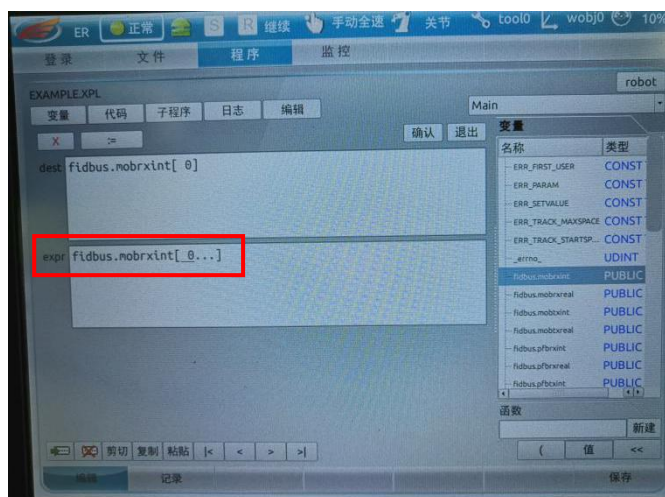
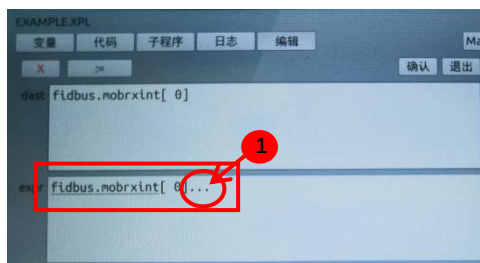
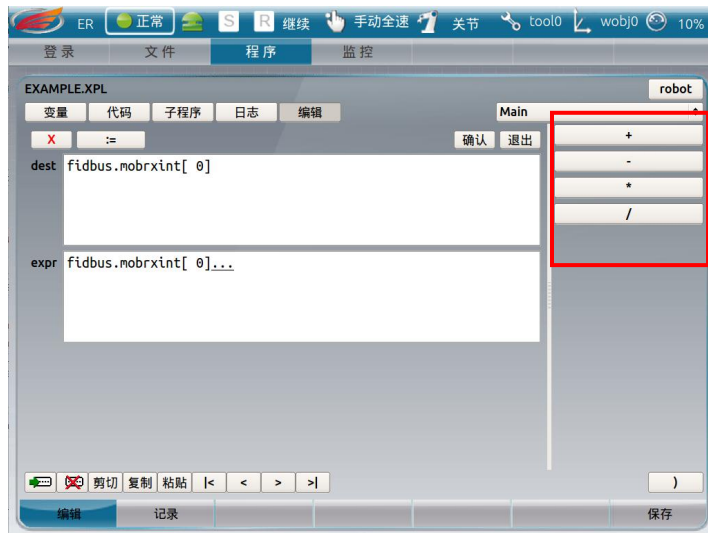
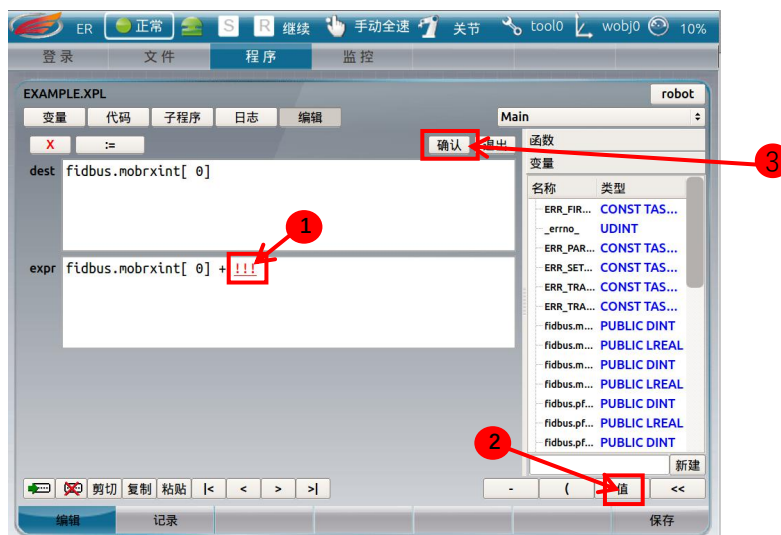

图 12
图 13
图 14
图 15
2)单击红色高亮的“<expr>”字样进行赋值表达式编辑。首先如步骤2将 fidbus.mobtxint[0] 变量，结果如图 12 所示，点击“fidbus.mobtxint[0...]”变量的变量名“fidbus.mobtxint”，“expr”输入栏表达式将变为“fidbus.mobtxint[0...]”结果如图 13 所示。
点击图 13 中标记 1 所示的“...”可进入操作符选择界面。如图 14 所示，右侧栏为操作符列表，这里选择“+”，单击“+”操作符即可，结果如图 15 所示。点击新出现的“!!!”（图 15 中的标记 1）添加值“1”。
最后，点击“确认”按钮（图 15 中标记 3），将编辑好的代码添加入程序中！！！！